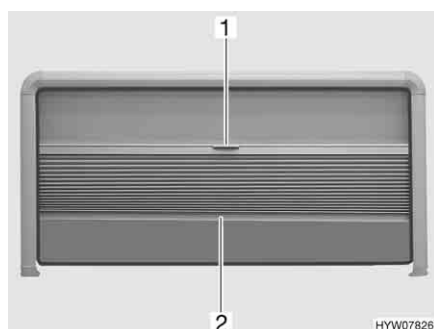

Fig. 35 Finestra apribile
- Afferrare la tendina oscurante pieghevole al centro dell'asta di chiusura (Fig. 35,2) e tirare delicatamente verso il basso.
- Tenere la parte centrale dell'asta di chiusura (Fig. 35,2) della tendina oscurante pieghevole e tirare quest'ultima verso l'alto con cautela.
- Tirare la zanzariera a rullo verso il basso utilizzando la maniglia (Fig. 35,1).
- Spingere la zanzariera a rullo completamente verso l'alto utilizzando la maniglia (Fig. 35,1).